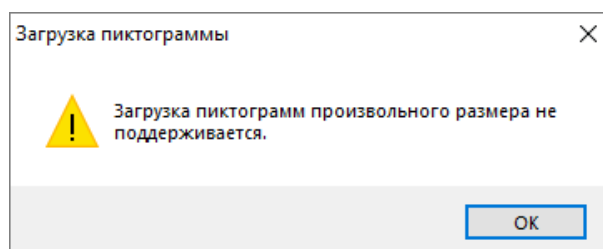

Рисунок 6-520 Системное предупреждение об отсутствии поддержки пиктограмм произвольного размера
- **Загрузить** (Ctrl+O) – если необходимо загрузить (в формате bmp) новое подготовленное пользователем изображение пиктограммы. При выборе этой команды откроется стандартное диалоговое окно выбора файла. Загружаемое изображение пиктограммы должно соответствовать по размерам системному изображению (размер изображения указан в окне «Редактирование пиктограммы»). При попытке загрузки изображения, отличающегося размерами от системного, откроется окно системного предупреждения об отсутствии поддержки пиктограмм произвольного размера (см. Рисунок 6-520);